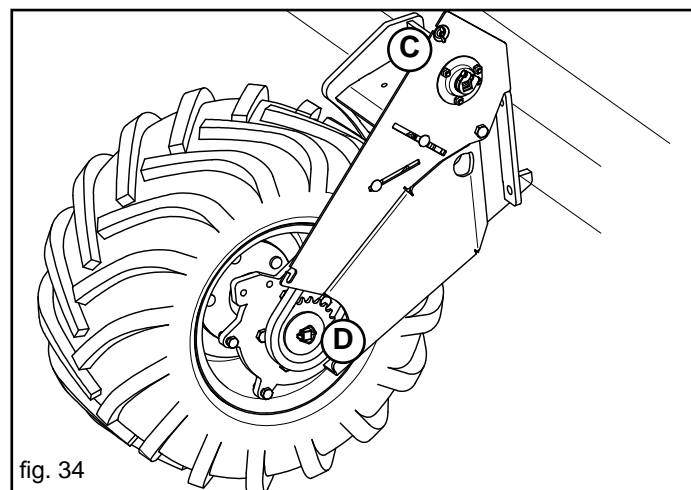

fig. 34
Verificare sulla seminatrice quale coppia di pignoni (Ruota) è presente (C-D, Fig 34);
- Se con i pignoni (ruota C-D) montati sulla seminatrice (Fig. 34) non si ottiene la distanza di semina desiderata, utilizzare l'altra tabella facendo attenzione ad impostare i relativi pignoni ruota (C-D).